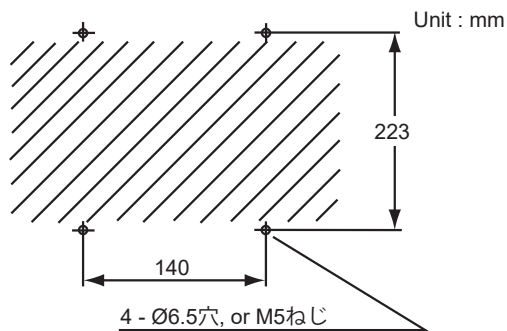

図2.11 取付穴の加工
- (1) 図 2.11 のように、壁に取付穴を加工してください。
- (2) 流量設定器を取り付けます。取付金具からパイプ取付部品を取り去り、4 本のねじで壁面にしっかり固定してください。